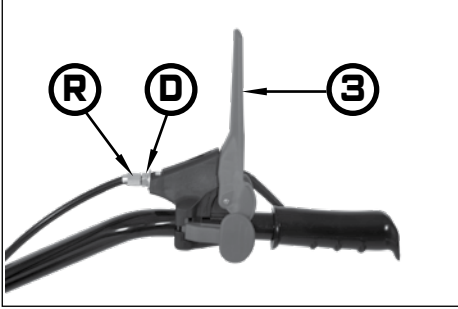

Fig. 18 - Debriyaj kolu ayarlaması
1. Debriyaj kolu (3), boş olmaya başlayana kadar yaklaşık 5-6 mm boşluk olmalıdır (Fig. 18). Eğer daha fazla oynarsa, DEBRİYAJ TAMAMEN BOŞ OLMAYACAKTIR, eğer daha az ise, DEBRİYAJ KAYABİLİR:
2. Bu durumda, gereken boşluğu oluşturma için kontra somunu (D) gevşettikten sonra ayarlayıcı (R) ile ayarlayın.